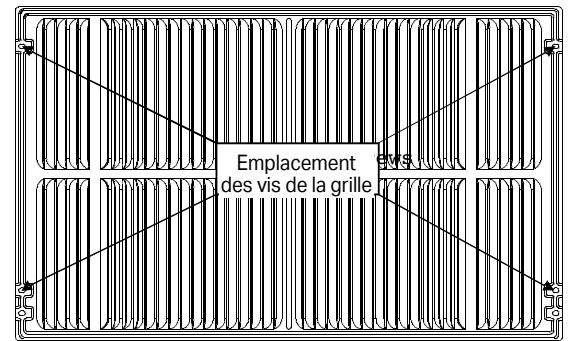

FIG. 2
24. Si l'appareil n'a pas été pré-percé (certains modèles), percer avec précaution des trous de 4 1/8 po à travers la grille et dans la bride latérale de l'appareil à environ 1 1/2 po à 2 po du haut et du bas comme sur la FIG. 2 et FIG. 3. (Veiller à ne pas percer dans les serpentins d'échange de chaleur en cuivre.)